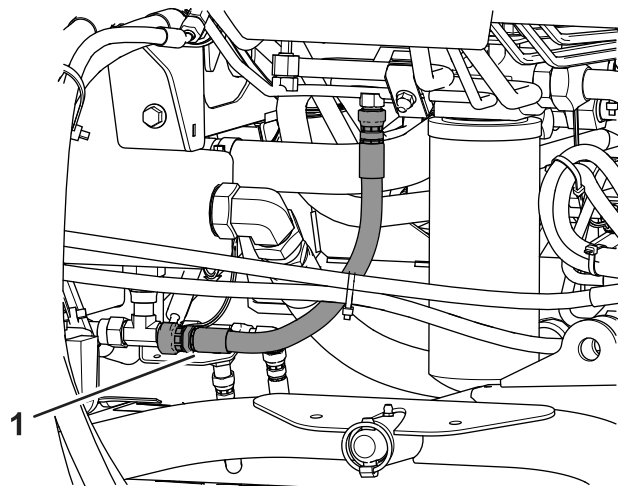

Figura 68
2. Coloque um recipiente de escoamento grande debaixo da união presa à parte de baixo do reservatório do fluido hidráulico (**Figura 68**).